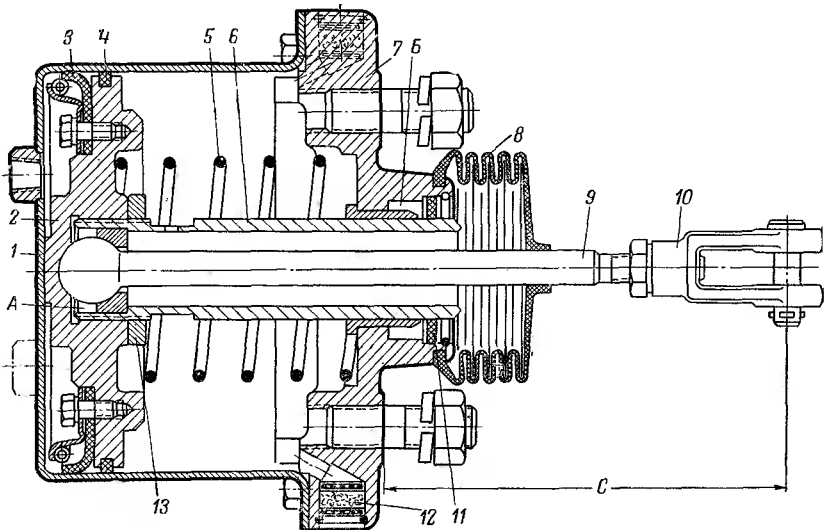

Рис. 128. Тормозной цилиндр:
- не было потери эластичности манжеты 3 (рис. 128);
Положение фильтра *12* относительно бобышки под угольник подвода воздуха в тормозной цилиндр показано на рис. 128 сплошными линиями для левых цилиндров и пунктирными — для правых.